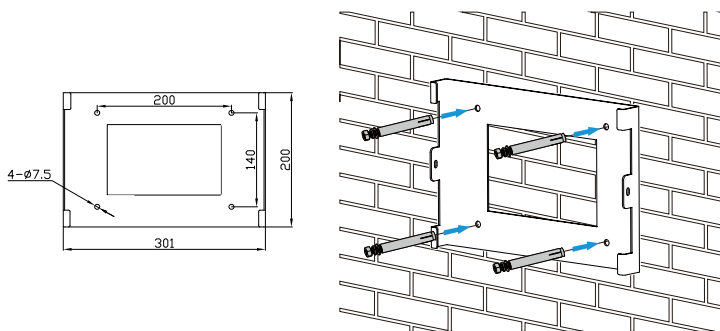

Figura 9. Instalação do suporte de fixação
Deve ser instalado na posição vertical, como mostrado na figura 9. Procedimento de instalação:
2. Certifique-se de que o suporte esteja nivelado e os furos alinhados. (Figura 9)